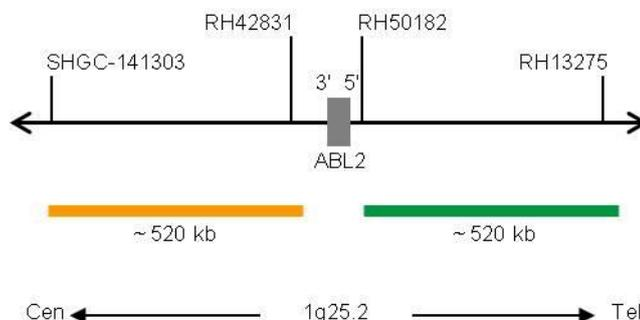

Fig. 1: SPEC ABL2 Mappa della sonda (non in scala)
- Polinucleotidi (~10.0 ng/μl) marcati con ZyGreen (eccitazione 503 nm/emissione 528 nm), le cui sequenze target mappano in 1q25.2\* (chr1:179,141,608-179,659,091) distali al punto di rottura di ABL2 (vedere Fig. 1).
- Polinucleotidi (~4.5 ng/μl) marcati con ZyOrange (eccitazione 547 nm/emissione 572 nm), le cui sequenze target mappano in 1q25.2\* (chr1:178,496,704-179,015,312) prossimali al punto di rottura di ABL2 (vedere Fig. 1).